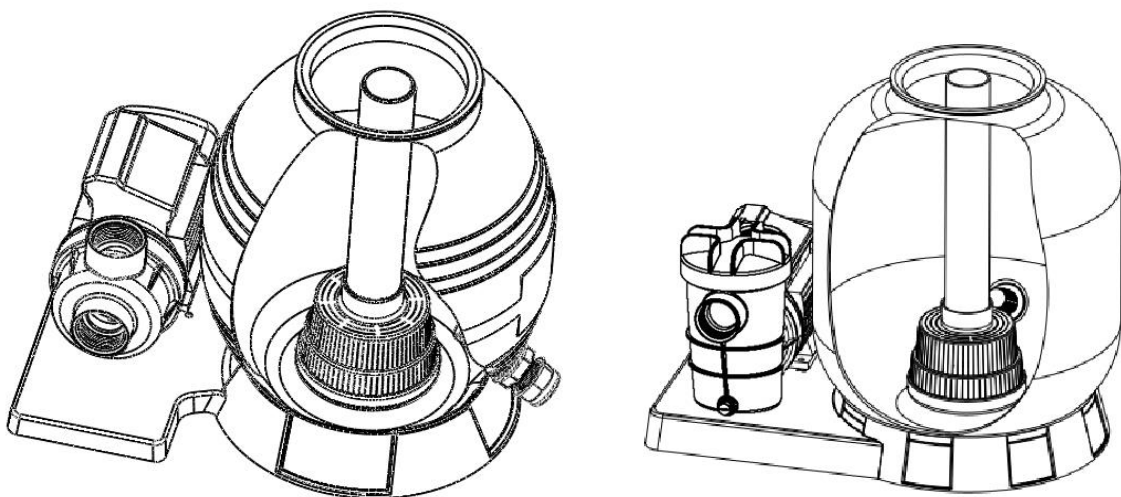

Fig. 3
3. Enfoncer le réservoir de filtre à sable sur la plaque de base et le tourner de manière à ce que l'ouverture d'évacuation du réservoir de filtre pointe vers l'extérieur (Fig. 3). Ceci peut également varier entre les différents modèles.